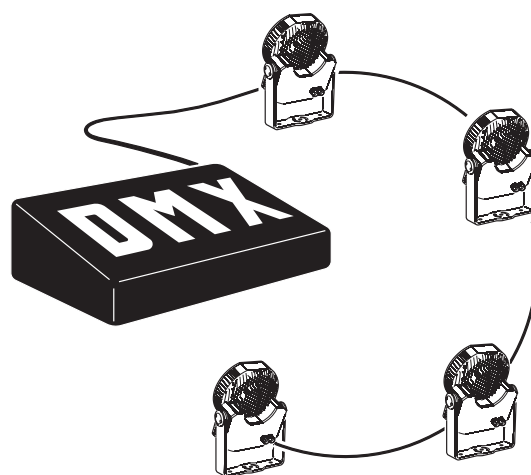

Figure 7: DMX link
- Les projecteurs sont câblés en cascade, c'est à dire que les câbles forment une ligne passant par tous les projecteurs. Voir Figure 7.